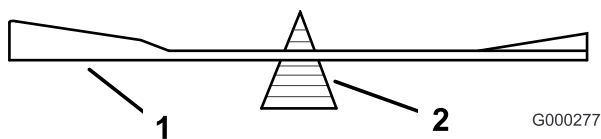
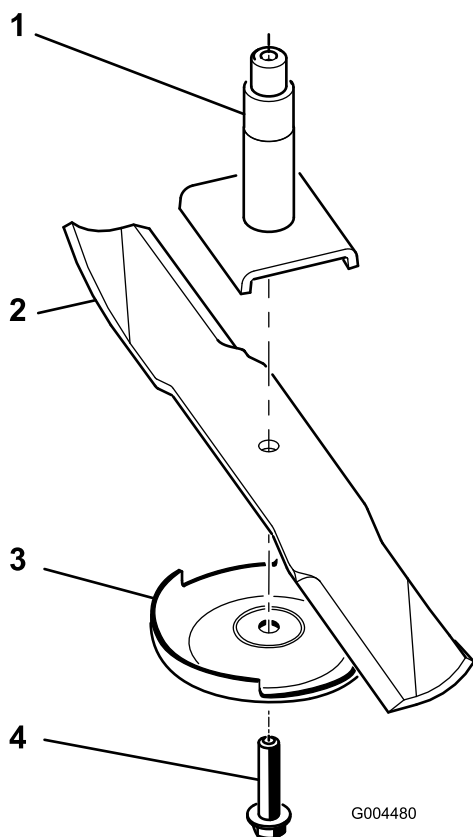

Figure 74
Figure 75
2. Enlevez le boulon, la plaque anti-scalp et la lame de l'axe de pivot (Figure 75).
2. Vérifiez l'équilibre de la lame en la plaçant sur un équilibreur (Figure 74). Si la lame reste horizontale, elle est équilibrée et peut être utilisée. Si la lame est déséquilibrée, limez un peu l'extrémité de la partie relevée seulement (Figure 75). Répétez cette procédure jusqu'à ce que la lame soit équilibrée.
1. Placez la lame sur l'axe (Figure 75).
2. Montez la plaque anti-scalp et le boulon de lame (Figure 75).